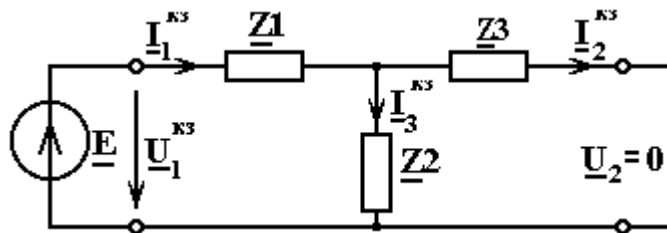

Рис.5.17
2.3. Схема четырехполюсника в режиме короткого замыкания (рис.5.17)